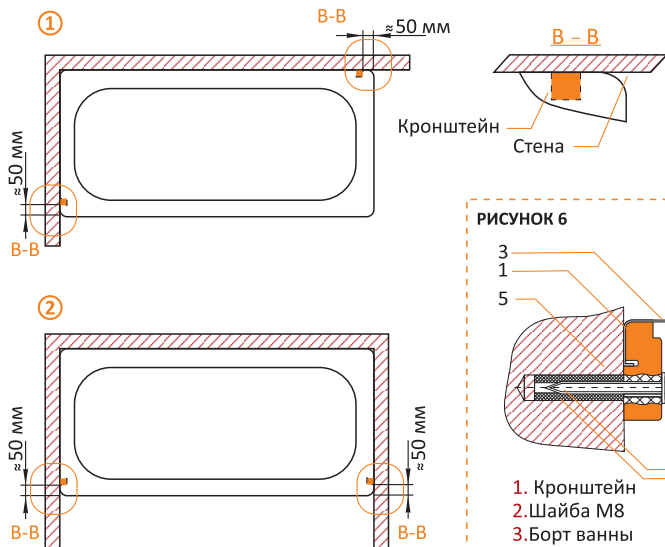

РИСУНОК 6
- 12.** Закрепите ванну при помощи двух кронштейнов с шайбами М8 согласно схеме на рис. 6.